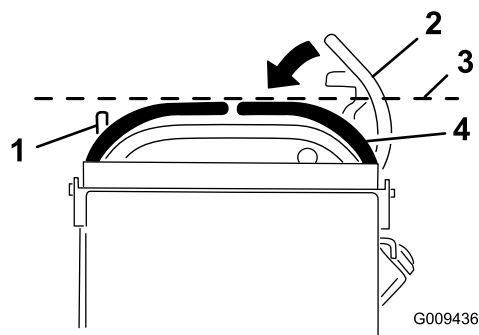

Figure 69
3. Abaissez le levier de commande de déplacement droit pour quitter la position de verrouillage au point mort (Figure 69).
4. Vérifiez s'il s'aligne horizontalement avec le levier de commande de déplacement gauche (Figure 69).